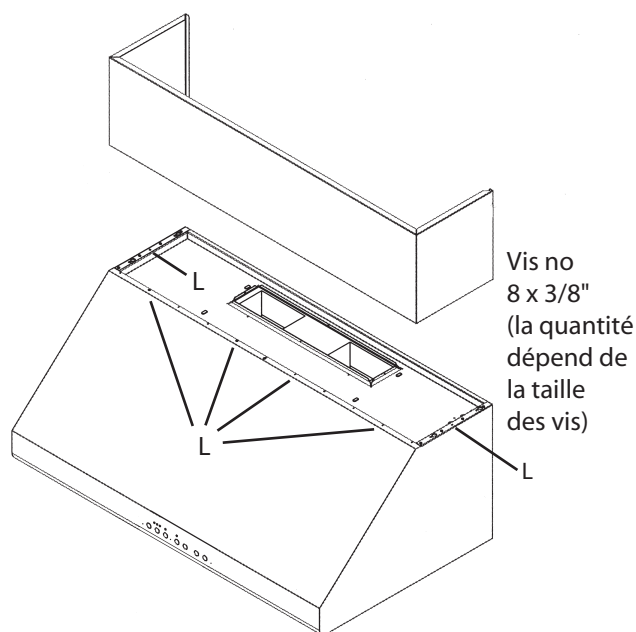

Figure 10 : Installation des pièces de recouvrement de conduit
Les pièces de recouvrement de conduit optionnelles (Figure 10) peuvent être utilisées pour remplir l'espace entre la hotte et le plafond lorsque la hotte est fixée au mur. Des pièces de recouvrement de 6" et 12" de hauteur sont disponibles et peuvent être commandées séparément.
2. Fixez les pièces de recouvrement de conduit à la hotte à l'aide de vis à tôle, comme sur la Figure 10.
3. À partir de l'intérieur de la hotte, insérez les vis fournies (no 8 x 5/8") dans les trous étiquetés << L >>, une (1) de chaque côté et quatre (4) le long de la partie avant, dans la base de la pièce de recouvrement.